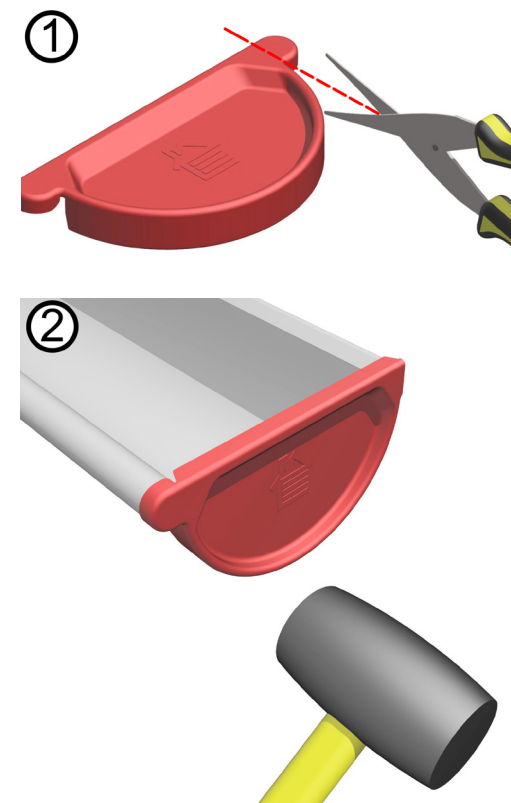

Рис. 15 Установка заглушки
- 10.2 Срежьте или загните ушко заглушки, которое не используется (рис. 15, ч. 1).
- 10.3 Установите заглушку на желобе. Для лучшей фиксации заглушки используйте резиновый молоток (рис. 15, ч. 2).